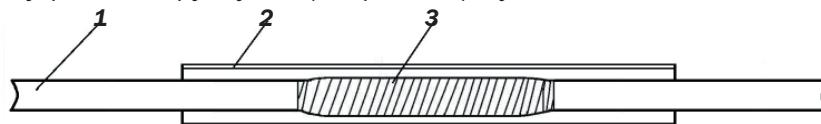

Рис. 17. Подготовка к усадке внутренней ТУТ:
5.18 Участки оболочки, на которые будут усаживаться трубы ТУТ тщательно обезжиривают и зачищают шлифовальной шкуркой. При этом зачищаются должны участки как под внутреннюю ТУТ, так и под наружную. На сросток надвигают внутреннюю трубку ТУТ (см. рис. 17) и усаживают её.